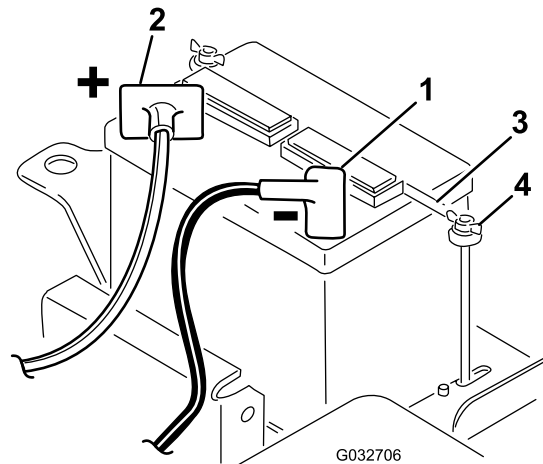

Bild 5
2. Schließen Sie das Pluskabel der Batterie (rot) vom Startermagnet an den positiven Pol (+) der Batterie an (Bild 5). Befestigen Sie sie mit einer Schlossschraube und einer Mutter. Achten Sie darauf, dass das Kabel nicht den Sitz berührt, wenn der Sitz ganz nach hinten gestellt ist, da das Kabel ansonsten abgenutzt oder beschädigt werden kann.
5. Montieren Sie die Batterieklemme und die Scheiben und ziehen Sie sie mit den Flügelmuttern an (Bild 5).